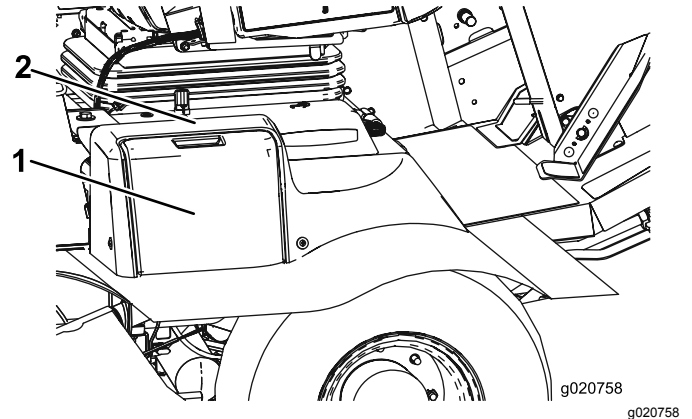

Bild 59
1. Öffnen Sie die Batterieabdeckung an der Seite der Abdeckung (Bild 59).
**Hinweis:** Üben Sie Druck auf die flache Oberfläche über der Batterieabdeckung aus, um das Entfernen der Abdeckung zu erleichtern (Bild 59).